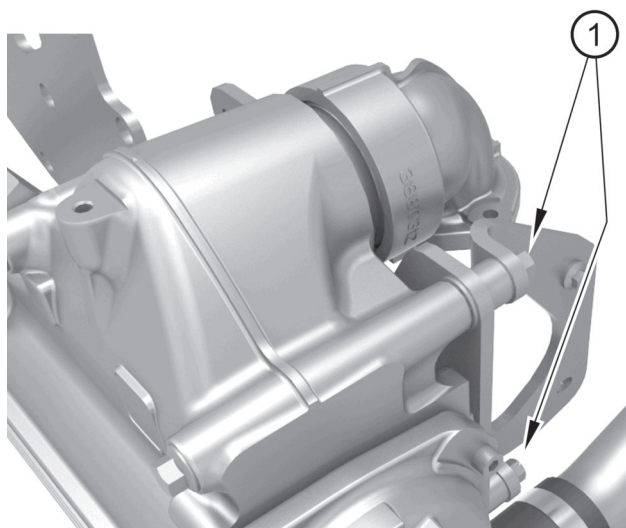

Figure 25
4. Retirez les vis de fixation de l'ensemble à l'arrière (figure 25, repère 1).